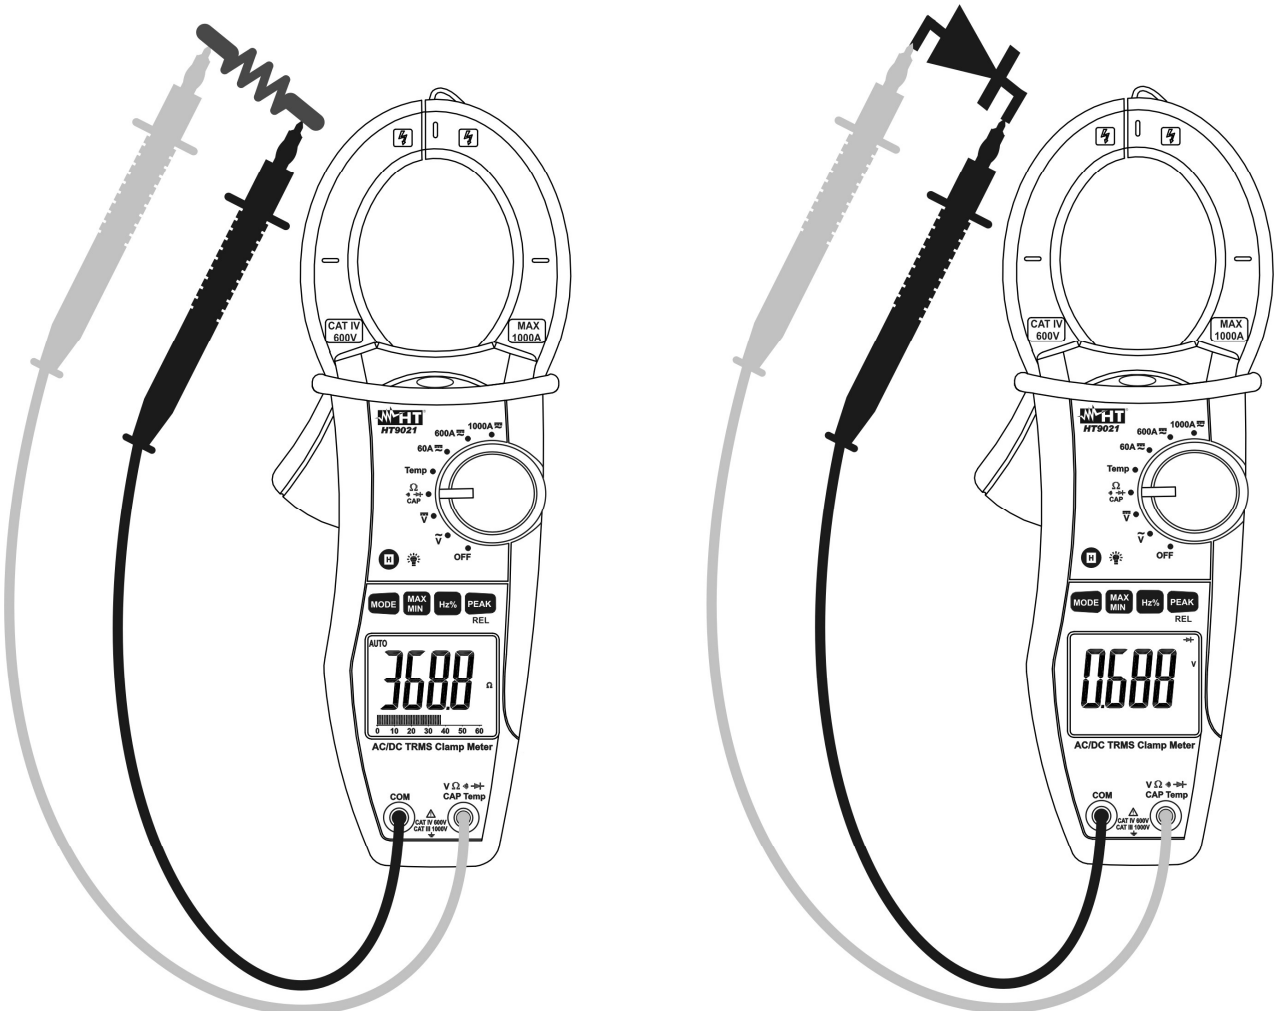

Fig. 6: Uso da pinça para Testes de continuidade e Testes de díodos
3. Inserir o cabo vermelho no terminal de entrada $V \Omega$ (com símbolo de sino) \rightarrow **CAP Temp** e o cabo preto no terminal de entrada **COM** e efetuar o teste de continuidade sobre o objeto em teste (ver Fig. 6 – parte esquerda). O indicador sonoro emite um sinal acústico quando o valor da resistência medido é inferior a cerca de 60Ω
5. Ligar a ponteira vermelha ao ânodo do diodo e a ponteira preto ao cátodo no caso de medição de polarização direta (ver Fig. 6 – parte direita). Inverter a posição das ponteiros no caso de medição de polarização inversa